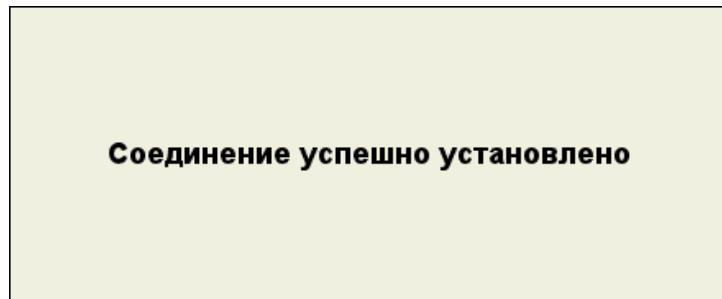

Рисунок 39
- для подтверждения пароля следует нажать  . Откроется окно, подтверждающее сопряжение устройств (рисунок 39).